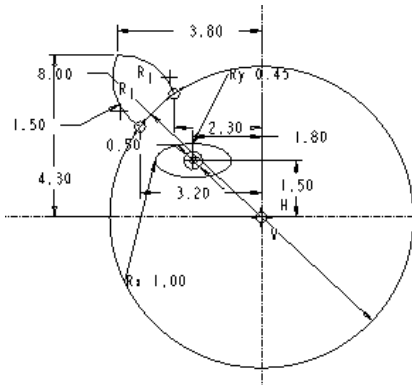

图 3-87 绘制圆
(9) 单击工具栏中的“圆”按钮，以椭圆的中心为圆心，绘制如图 3-87 所示的圆。